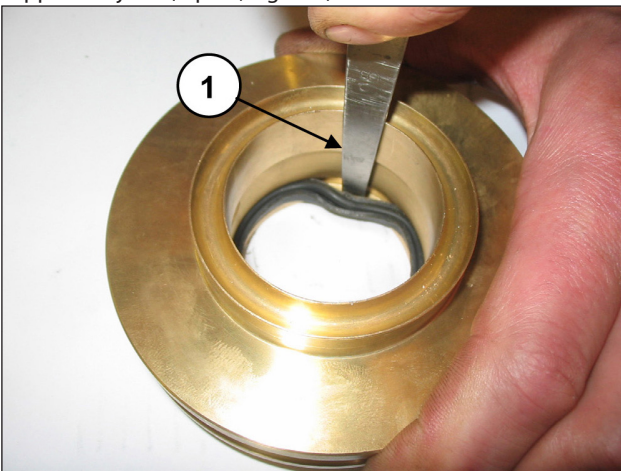

Fig. 123
Pour ôter le joint de basse pression, utiliser une jauge d'épaisseur ou un outil qui n'endommage pas le siège du support du joint (rep. ①, Fig. 123).